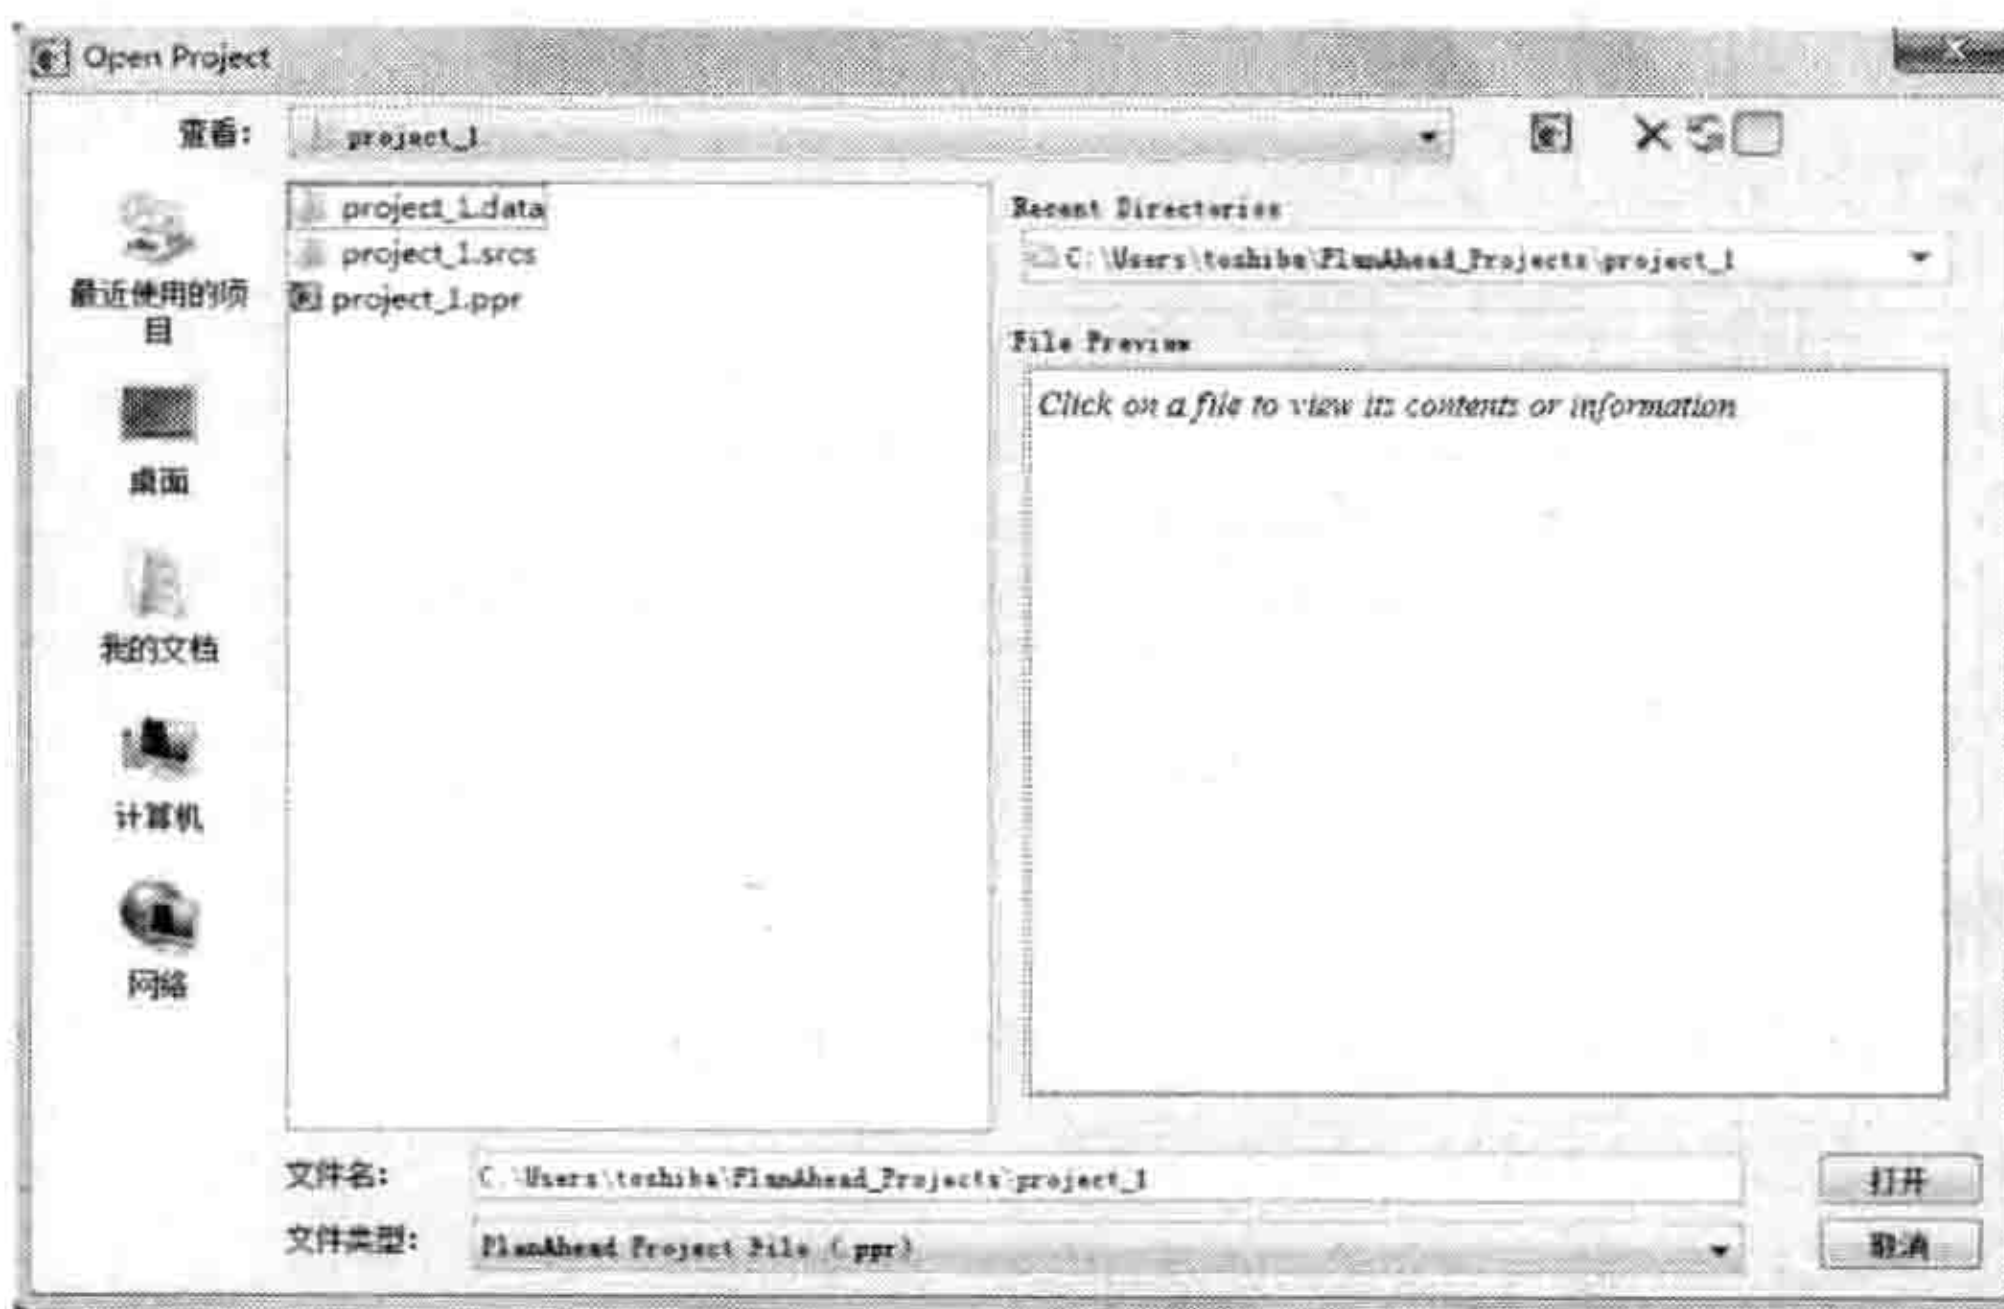

图 1.1.4 打开 PlanAhead 工程
- (2) 打开工程（Open Project）：打开浏览对话框，用于选择打开已经存在的 PlanAhead 工程，PlanAhead 工程文件的后缀名为“.ppr”。单击该链接时打开如图 1.1.4 所示对话框。